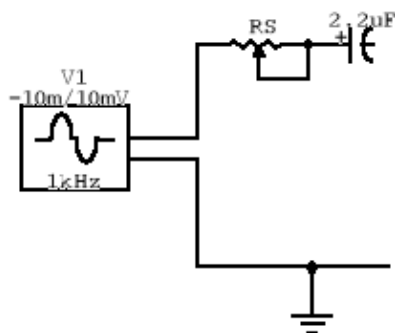

Figura 1. Amplificador de dos etapas.
- Implemente el circuito de la figura 1 (sin el generador ni la resistencia de carga). Tenga en cuenta la polaridad de los condensadores.